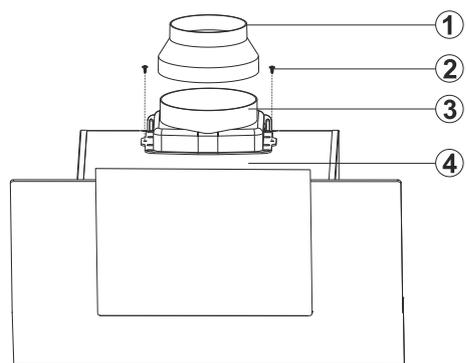

Fig. 12: 3424 COLLEGAMENTO DELLA CANNA FUMARIA IN PLASTICA
Montare la canna fumaria in plastica sul corpo del prodotto, usando viti da 3.5x9.5 (Fig. 12).
- Collegare l'adattatore per canna fumaria in plastica Ø150/120 mm all'uscita dell'aria se il tubo dello scarico dell'aria è 120 mm (Fig. 12).